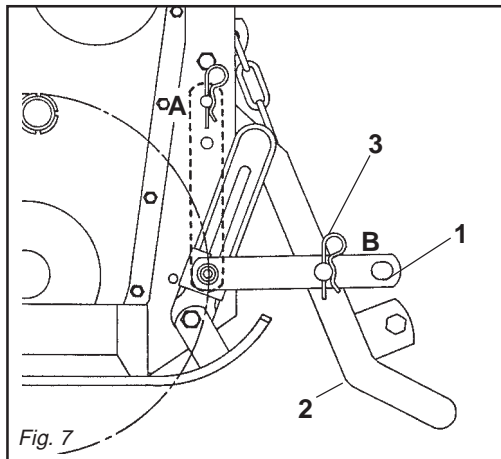

Fig. 7
- 6 - Il piatto forato (1 Fig. 7) in posizione «B» serve per trasformare la lamiera livellatrice (2 Fig. 7) in un sostegno antiribaltamento della zappatrice. Si deve quindi porre il piatto forato nella posizione «A» e inserire la copiglia (3 Fig. 7).
- 6 - In the position «B» the perforated plate (1 Fig. 7) can be used to transform the levelling plate (2 Fig. 7) into a support to prevent the steerage hoe from overturning. Set the perforated plate in position «A» and insert the split pin (3 Fig. 7).
- 6 - Die Lochplatte (1 Abb. 7) in der Position «B» dient dazu, das Nivellierschild (2 Abb. 7) in einen Kippschutz für die Hackfräse umzuwandeln. Die Lochplatte muß in die Position «A» gebraucht werden, um dann den Splint (3 Abb. 7) einstecken.
- 6 - La plaque percée (1 Fig. 7) dans la position «B» sert à transformer la tôle de nivellement (2 Fig. 7) en un support anti-basculement pour la houe; Il faut donc placer la plaque dans la position «A» et mettre la goupille (3 Fig. 7).
- 6 - El disco perforado (1 Fig. 7) en posición «B», sirve para transformar la chapa niveladora (2 Fig. 7) en un soporte antivuelco de la binadora. Debemos por lo tanto poner el disco perforado en la posición «A» e introducir la clavija (3 Fig. 7).